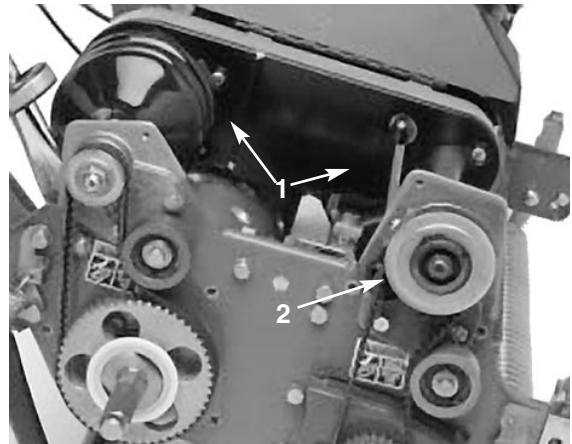

Bild 34
Kupplungsgehäuse an der Seitenwand (Bild 34) befestigt wird. Drehen Sie das Gehäuse um 180°, so dass die Gehäuseunterseite nach oben weist.
7. Entfernen Sie die (2) Innensechskantschrauben und Sicherungsmuttern, mit denen das hintere rechte Lagergehäuse an der Seitenwand (Bild 34) befestigt wird. Drehen Sie das Gehäuse um 180°, so dass die Gehäuseunterseite nach oben weist.
3. Entfernen Sie die Innensechskantschrauben, mit denen die vorderen und hinteren Bereiche der Differentialabdeckung am Differentialgehäuse befestigt sind und schieben die Abdeckungsteile beiseite, um den Riemen freizulegen (Bild 34).
6. Entfernen Sie die (2) Innensechskantschrauben und Sicherungsmuttern, mit denen das vordere